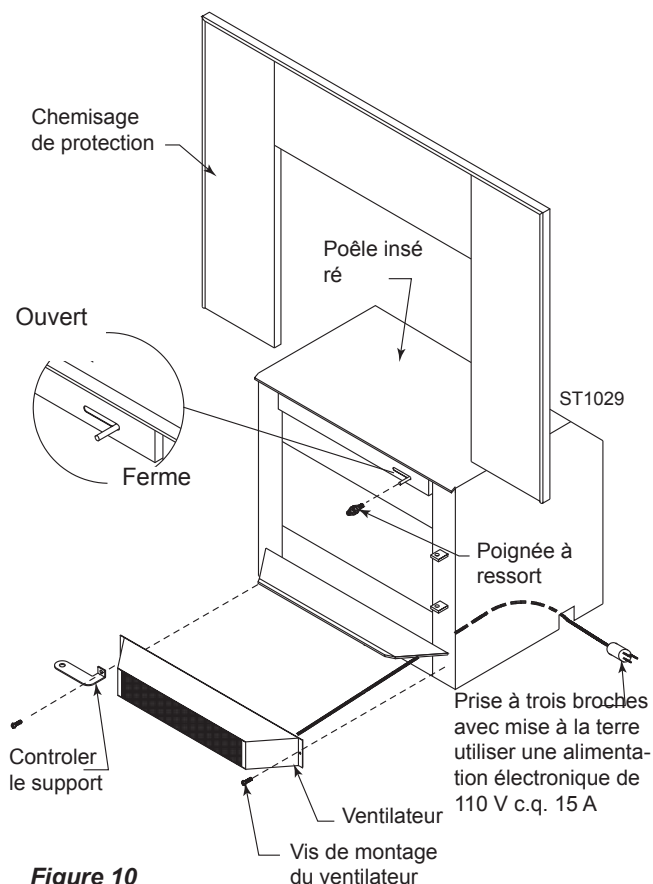

Figure 10
1. Retirez les vis du poêle inséré; passez le cordon sous le corps et passez-le par la débouchure. Installez le ventilateur à l'aide des vis que vous aviez enlevées. Le ventilateur doit être retiré occasionnellement; il faut l'inspecter et le nettoyer. Coupez l'alimentation électrique avant de faire l'entretien du ventilateur. (Fig. 10)